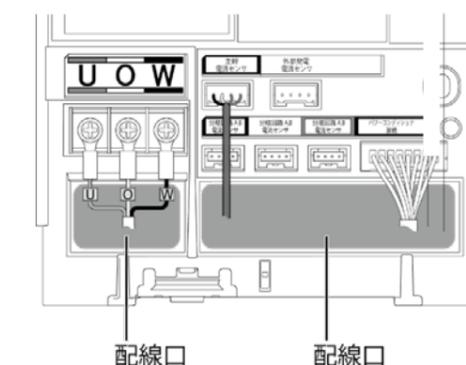

図11. 計測ユニット配線口をパテ埋め
- (5) 隠ぺい配線の場合のみ : 計測ユニットの配線口をパテ埋めする。(図11)